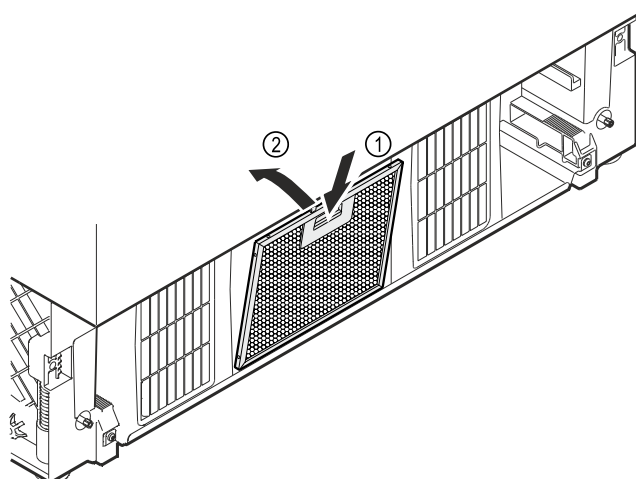

Fig. 13 Reprezentare exemplificatoare
- Apăsăți tasta de pe filtrul de praf în jos Fig. 13 (1) și totodată, concomitent, basculați filtrul de praf spre spate și introduceți-l Fig. 13 (2).